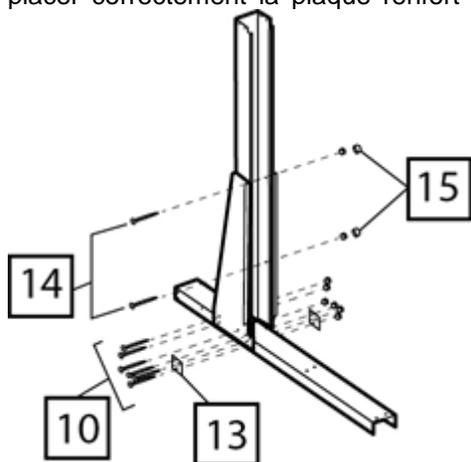

fig. 6
D) Ajustez tous les orifices afin de placer les boulons de chaque côté du module, fig. 6. **Il est très important** placer correctement la plaque renfort (13) de chaque côté du module afin de renforcer l'ensemble, fig 6.